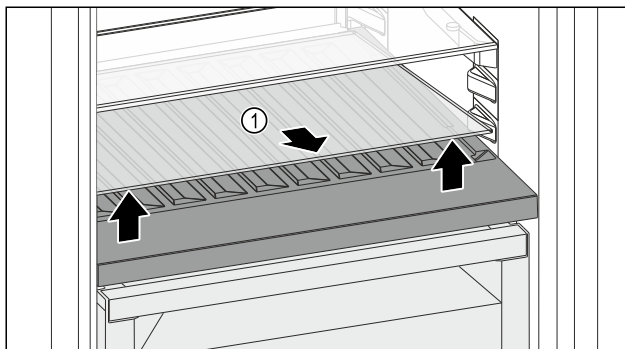

Fig. 177
- ▶ Glasplatte Fig. 177 (1) an der Aussparung vorne anheben und herausnehmen.
- ▶ Glasplatte Fig. 177 (1) außerhalb des Geräts sicher aufbewahren.
- ▶ Glasplatte (2) unter der variablen Flaschenablage einlegen.